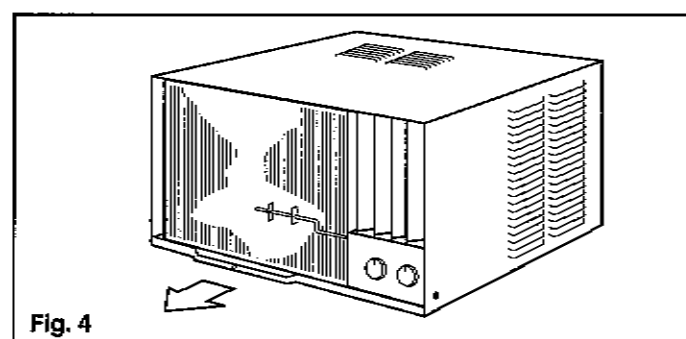

Fig. 4
- Saisissez la poignée qui se trouve à l'avant du châssis coulissant, et glissez avec soin le climatiseur en dehors du caisson. (Fig. 4)